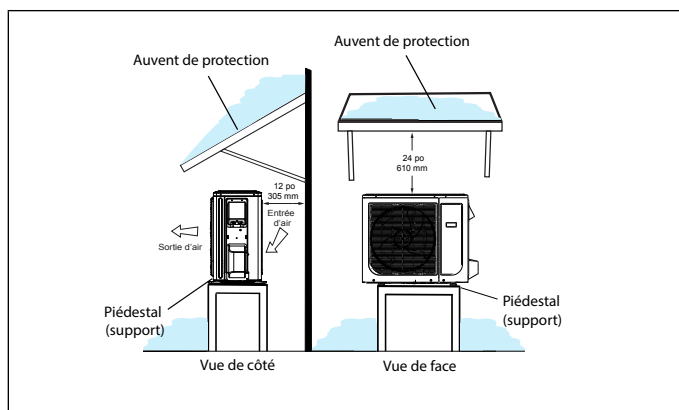
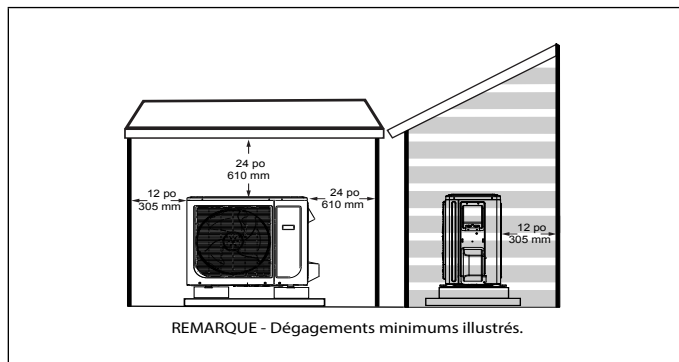

Figure 19. Unité extérieure sur piédestal et sous auvent de protection
Figure 24. Abri de style niche à chien
- Si l'unité extérieure peut être exposée de manière prolongée aux rayons directs du soleil et atteindre des températures dépassant 100 °F (38 °C), il est recommandé de construire un auvent comme illustré à la « Figure 19. Unité extérieure sur piédestal et sous auvent de protection » ou à la « Figure 24. Abri de style niche à chien » à la page 16.
- Installer l'unité à l'écart des porte-à-faux des toits pour empêcher l'eau ou la glace de tomber sur ou devant l'échangeur ou l'unité. Construire un auvent comme illustré à la « Figure 19. Unité extérieure sur piédestal et sous auvent de protection ».
- L'unité extérieure peut être installée dans un abri de style niche à chien comme illustré à la « Figure 24. Abri de style niche à chien ».